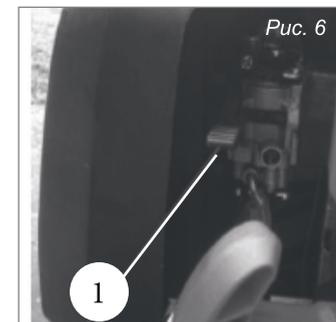

Рис. 6
3. Закройте воздушную заслонку карбюратора. Для этого рычаг 1 (Рис. 6) управления воздушной заслонкой установите в нижнее положение.